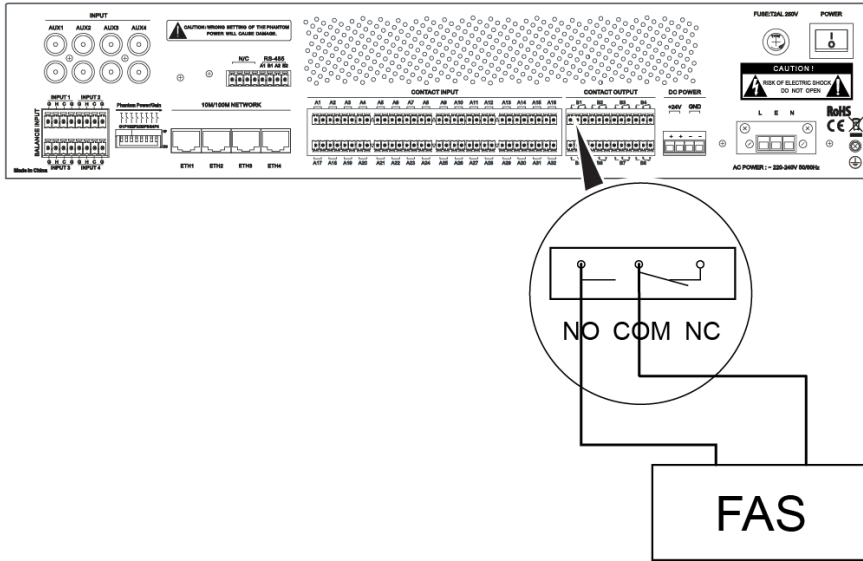

图19 NRI 与消防报警系统的连接示意图
3. 将干接点输出线缆的另一端连接到消防报警系统，如图 19 所示。